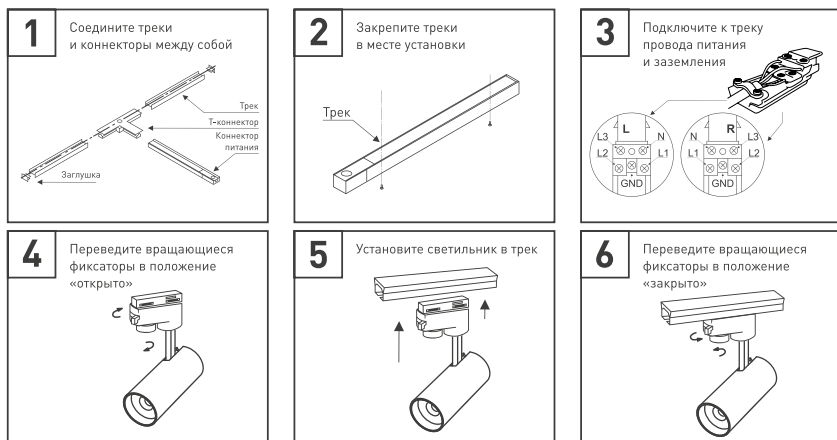

Рис. 2. Установка и подключение светильника
- На коннекторе питания открытые винт и снимите крышку. Подсоедините провода, подводящие питание, к винтовым клеммам согласно схеме на рис. 2. Используйте 5-жильный кабель. Обязательно подключите защитное заземление к клемме GND.